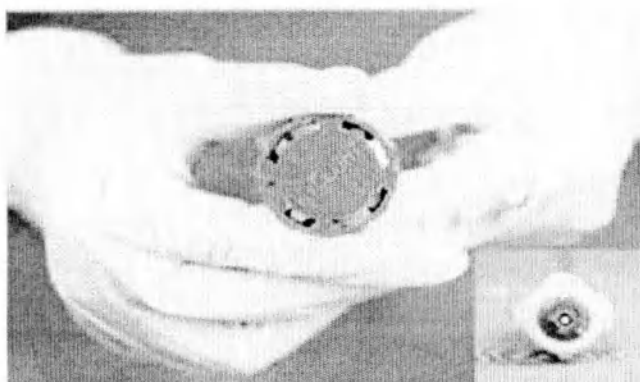

Рисунок 11
8. Снимите защитный колпачок с проксимального конца катетера (рисунок 11).